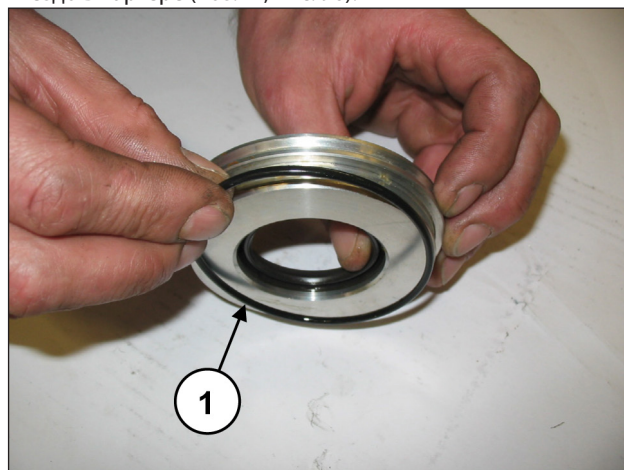
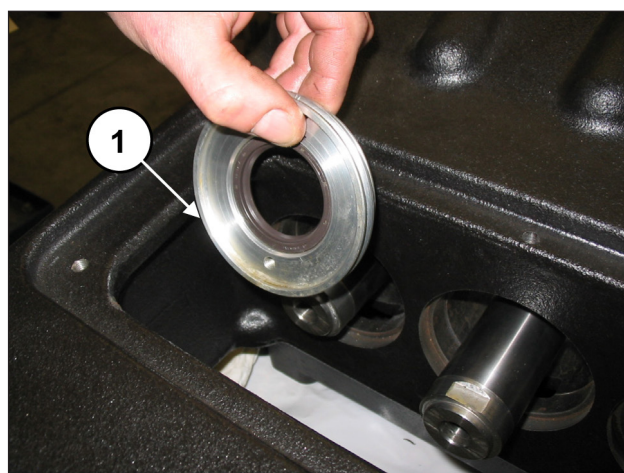

Рис. 95
Рис. 96
Установите уплотнительное кольцо круглого сечения (поз. ①, Рис. 95) в свое посадочное место на крышке сальника и вставьте данный собранный узел в специальное гнездо в картере (поз. ①, Рис. 96).